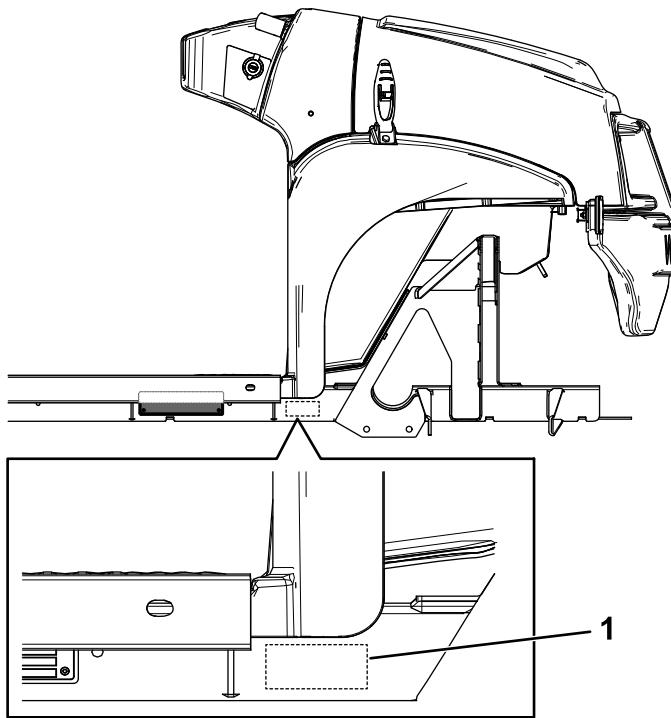

**Figure 6**
1. Fixez la plaque du numéro de série à l'emplacement indiqué à la Figure 6 à l'aide de 4 rivets aveugles (3 x 10 mm).